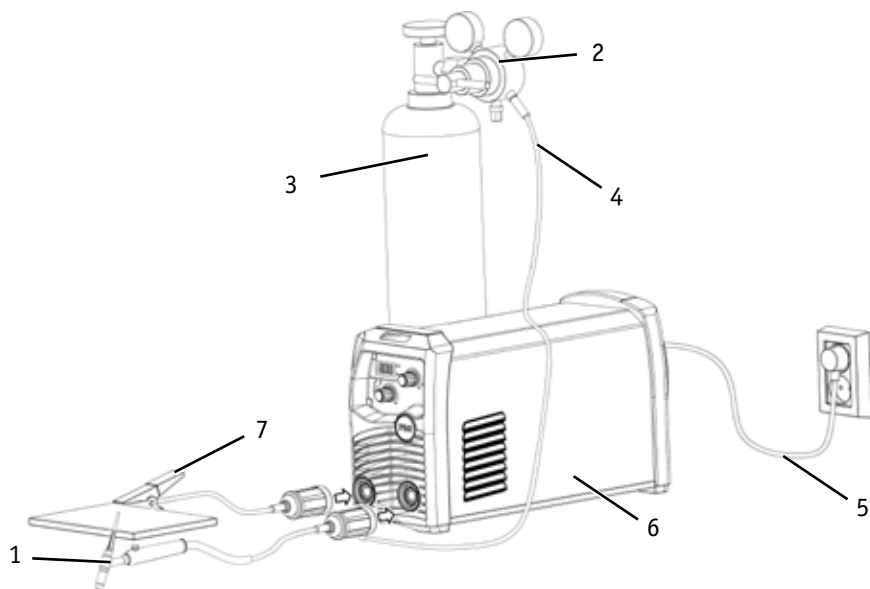

Рис. 9.1. Схема подключения оборудования:
3. Подключите разъем подвода газа горелки к газовому шлангу (см. рисунок 9.1).